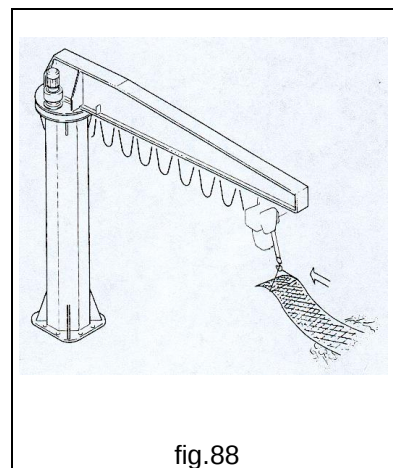

fig.88
- **MAI** utilizzare la gru per trainare o trascinare (fig.88).